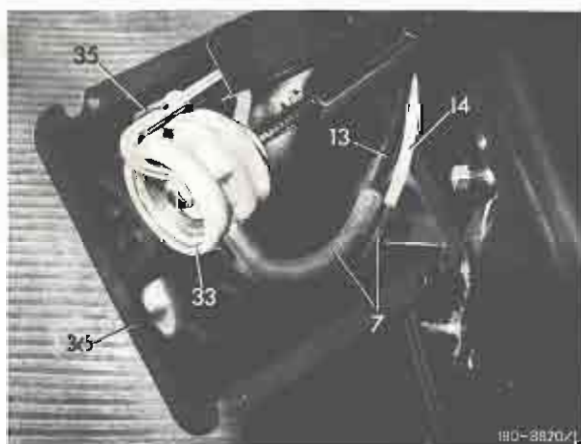

Bild 21
52 Unterdruckleitungen (13 und 14) mit zwei 90 mm langen Verbindungsstücken (7) nach Bild 21 am Unterdruckelement (33) anschließen.
54 Haltefeder (35) auf das Unterdruckelement (33) aufstecken. Anschließend Abdeckung (36) mit zwei Blechschrauben (29) am Unterdruckelement (33) anschrauben (Bild 21).